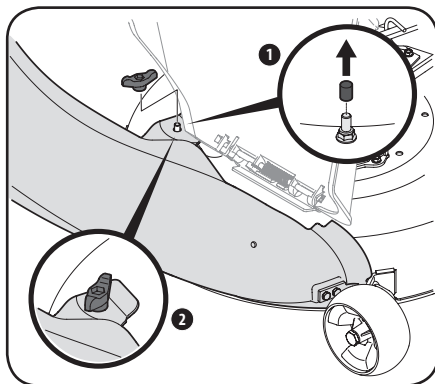

Figura 4-13
2. Fije el codo del canal a la plataforma usando la perilla de aletas 720-04122 del paquete de elementos de ferretería 689-00567. Consulte la Figura 4-13.
Nota: Si la hubiera, retire la cubierta protectora de la clavija de montaje en la plataforma de corte como se muestra en el recuadro de la Figura 4-13.